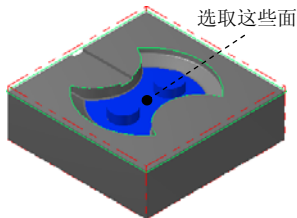

图 22.47 选取干涉面
(2) 单击 **干涉面** 区域中的  按钮, 选取图 22.47 所示的面为干涉面 (共 5 个), 然后按 **Enter** 键。